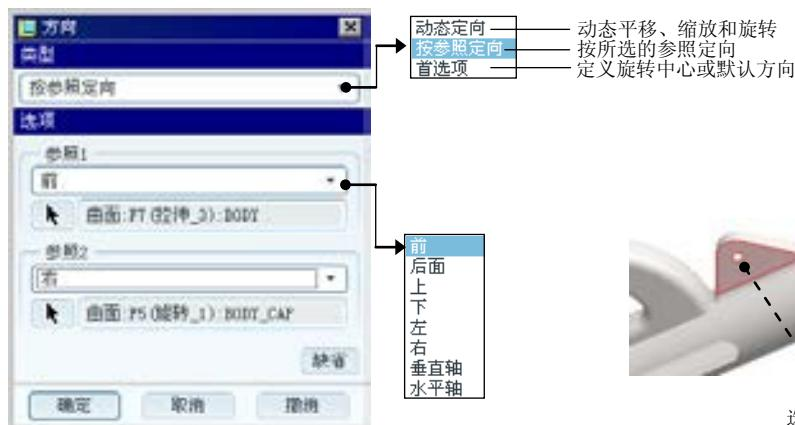

图 9.1.2 “方向”对话框
Step3. 选择 **编辑(E)** → **定向(O)** 命令，系统弹出“方向”对话框；在 **类型** 下拉列表中选取 **组件模型**，如图 9.1.2 所示。